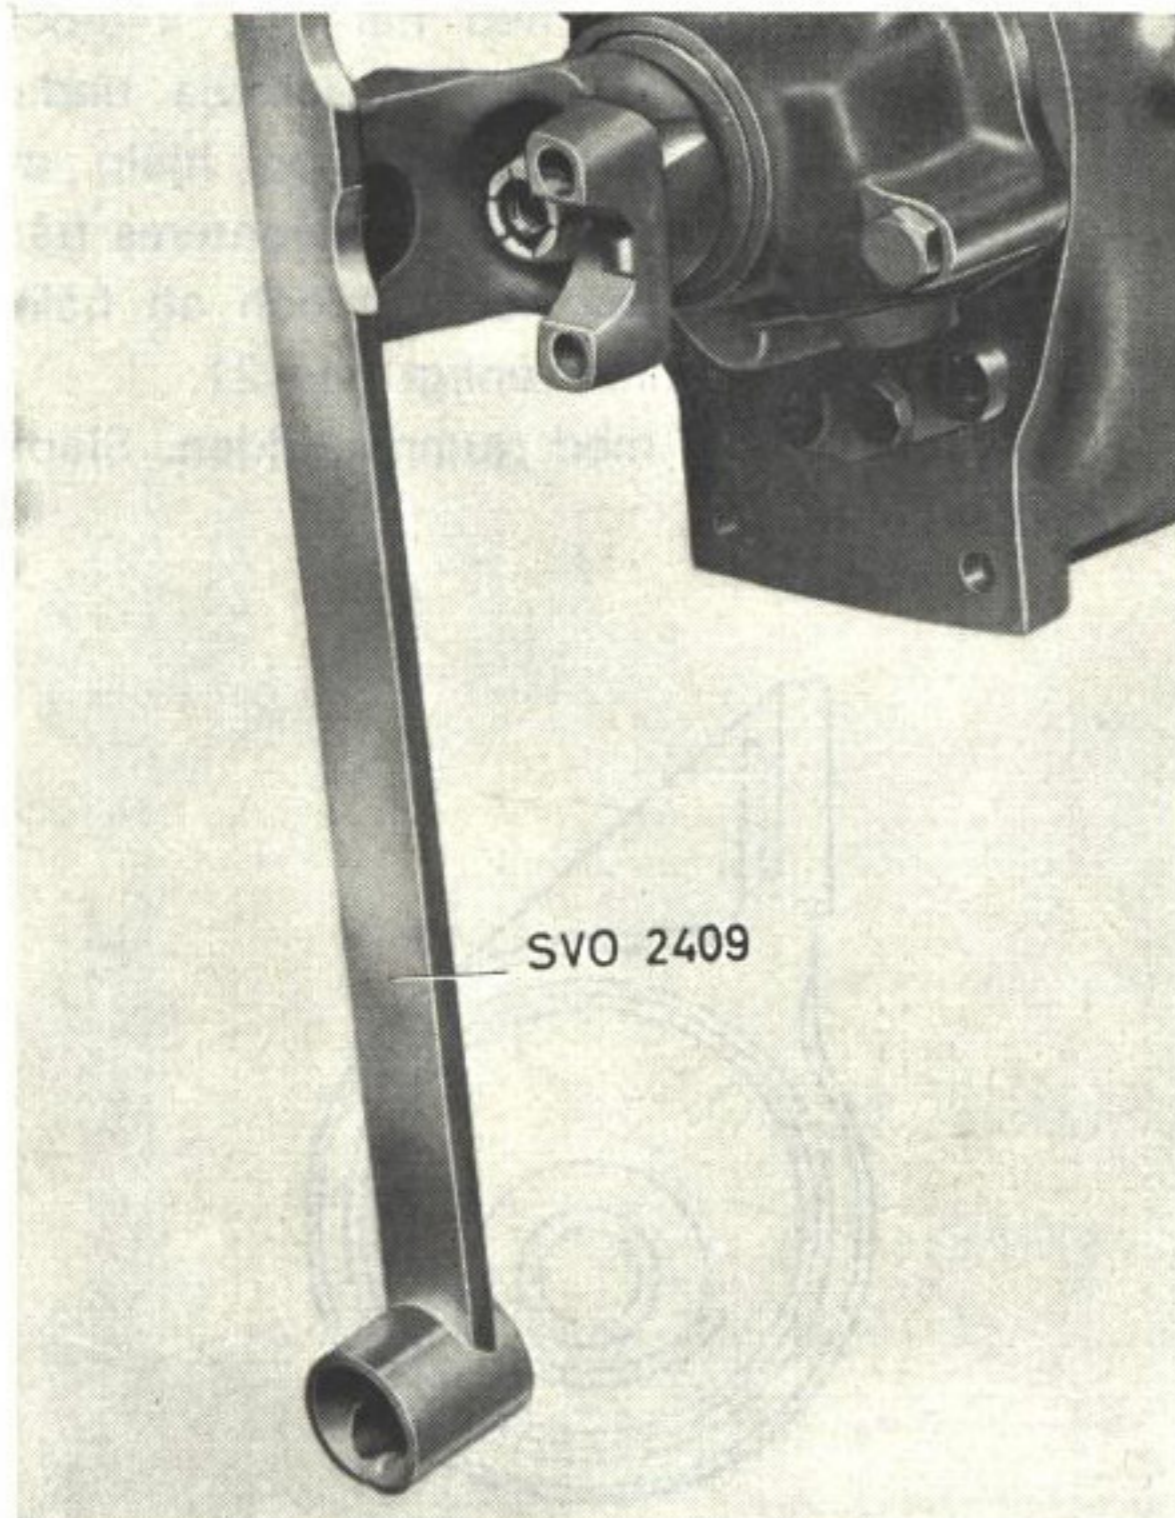
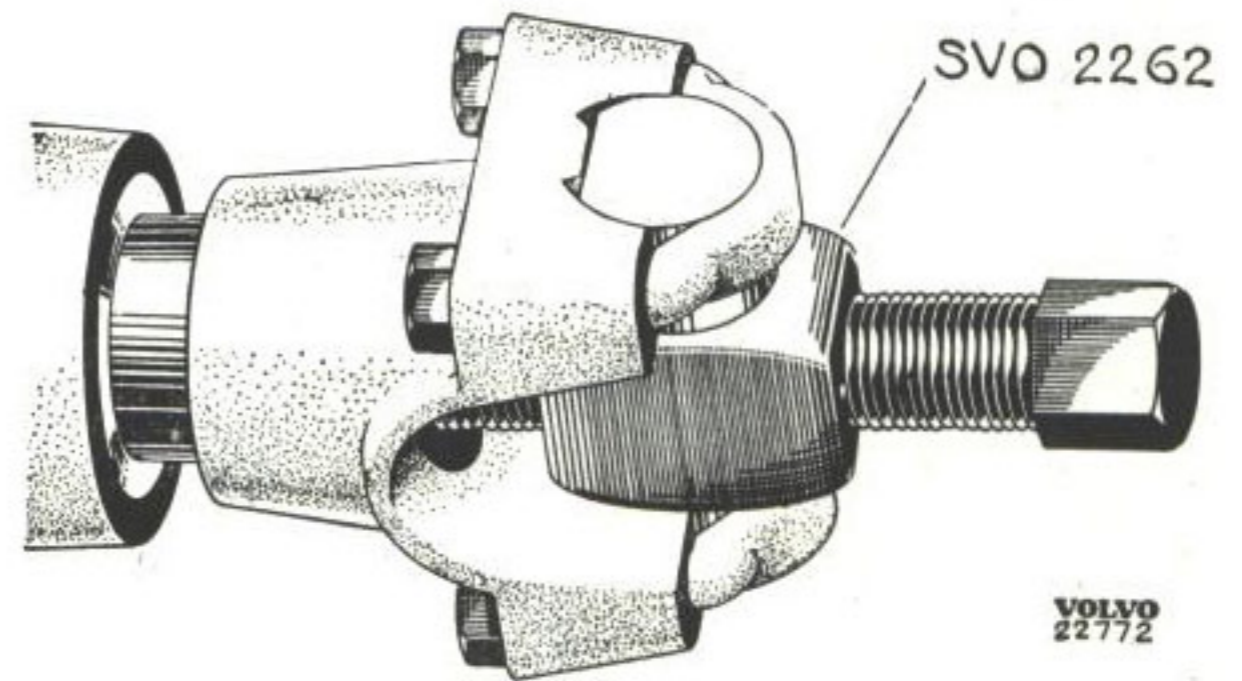

Bild 14. Mothåll för medbringare.
Bild 15. Demontering av medbringare.
2. Lossa muttern för medbringaren. Använd därvid nyckel SVO 2409 som mothåll, se bild 14. Drag av medbringaren. Använd avdragare SVO 2261 för runda och SVO 2262 för övriga medbringare, se bild 15.
Lossa muttern för medbringaren. Använd därvid verktyg SVO 2409 som mothåll, se bild 14. Drag av medbringaren. Använd avdragare SVO 2261 för runda och SVO 2262 för övriga medbringare, se bild 15.